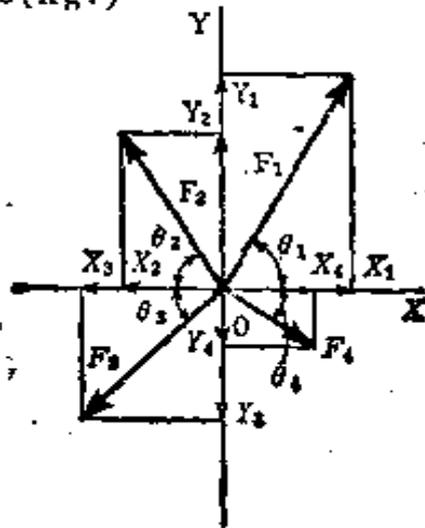

图 1.4 例题图
**【例题】** 如图 1.4 所示，设 $F_1 = 8\text{kgf}$ ， $F_2 = 6\text{kgf}$ ， $F_3 = 6\text{kgf}$ ， $F_4 = 3\text{kgf}$ ， $\theta_1 = 60^\circ$ ， $\theta_2 = 60^\circ$ ， $\theta_3 = 45^\circ$ ， $\theta_4 = 30^\circ$ ，试求合力的大小及合力的夹角。